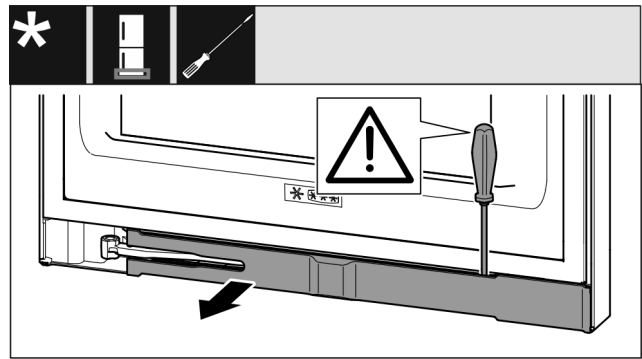

Fig. 17
- ▶ При помощи шлицевой отвертки отцепите накладку и отведите ее в сторону. (см. Fig. 17)